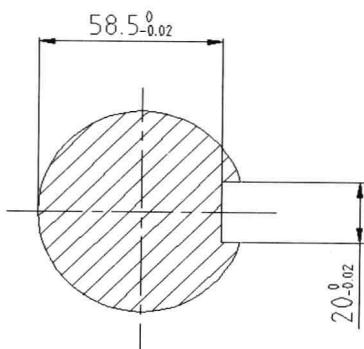

图 7-6-3
(3) 单击“确定”按钮，返回“标注样式管理器”对话框，单击“关闭”按钮。此时标注对象显示了公差值，如图7-6-3所示。